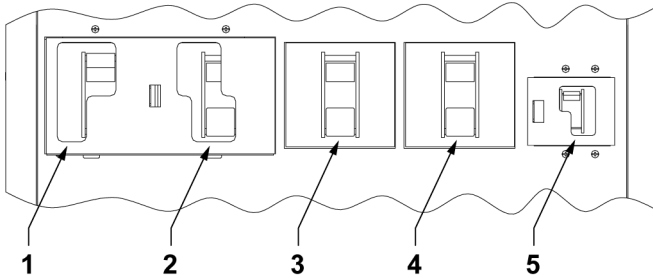

Figura 38. 100-120 kVA Disposizione dell'interruttore di bypass per manutenzione interno opzionale
1. Allentare le viti di fissaggio del coperchio sull'interruttore di bypass per manutenzione. Far scorrere il coperchio sulla destra. Questa azione segnala il passaggio dell'UPS alla modalità bypass. Per la disposizione dell'interruttore, vedere la Figura 38.